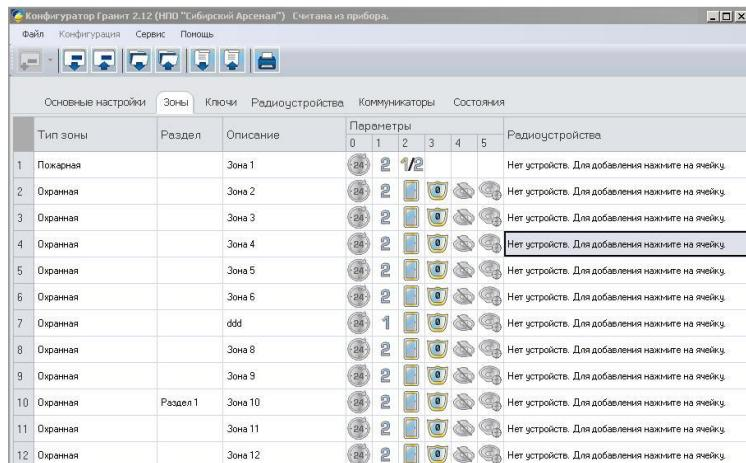

Рисунок 5.1 – Добавление устройства
4. Нажать в столбце «Радиоустройства», на ячейку напротив зоны, в которую хотите добавить устройство (рисунок 5.1).